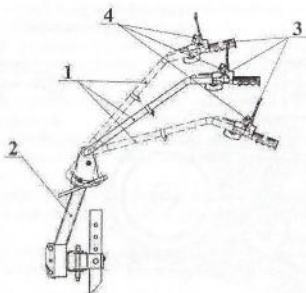

Рисунок 4 – Рулевое управление
3.5 Органы управления (рисунок 4).